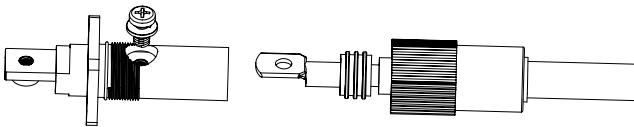

Abb. 3.6
d) Befestigen Sie die Klemme mit einer Schraube, wie in Abb. 3.6 dargestellt.